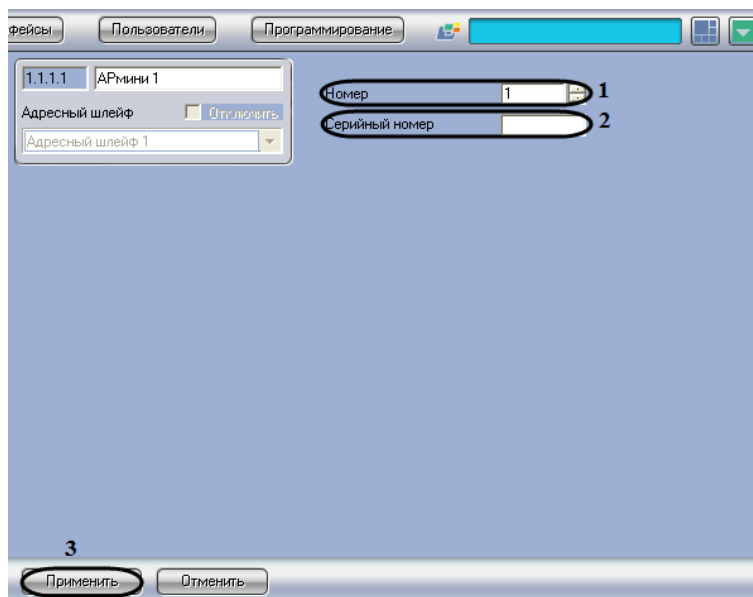

Рис. 3.5—14 Панель настроек объекта АРмини
2. В поле **Номер** необходимо с помощью кнопок **вверх-вниз** ввести порядковый номер в списке устройств (см. Рис. 3.5—14, 1).
3. В поле **Серийный номер** необходимо ввести серийный номер устройства (см. Рис. 3.5—14, 2).